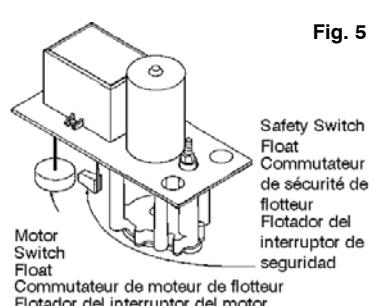

Fig. 5
- Test motor switch by raising motor switch float with finger (Figure 5). Motor should turn on just before circlip on stem contacts stem guide.
- Tester le commutateur de moteur en levant le commutateur de moteur du flotteur avec le doigt (Fig. 5). Le moteur doit se mettre en marche juste avant que le ressort de la tige ne touche à tige de guidage.
3. Pruebe el interruptor del motor, levantando su flotador con el dedo (Fig 5). El motor deberá encenderse inmediatamente antes de que el fiador del pistón entre en contacto con la guía de la varilla.